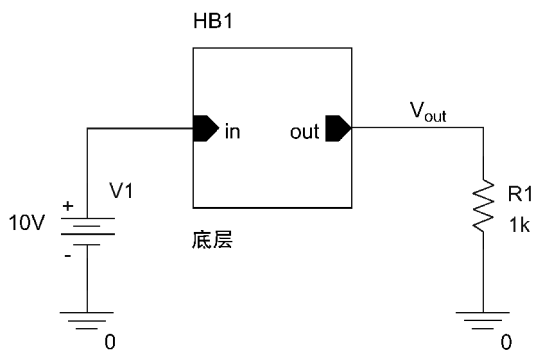

图 20.18 测试层模块
12. 如图 20.18 所示, 在顶层原理图的层模块输入端放置直流电压源  $V_{DC}$ , 输出端放置电阻。然后在输出端放置电压探针, 对电路进行直流工作点分析, 测试输出电压是否为 5V。